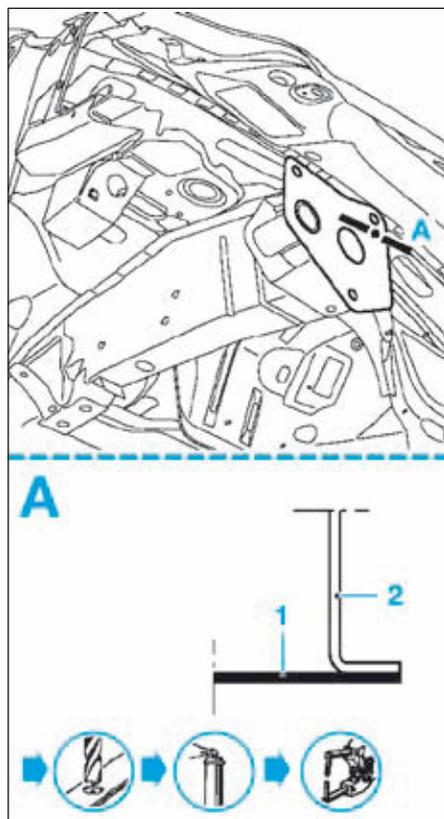

FIG.10
- Dépointer et fraiser comme illustré (Fig.10).
- Percer avec un foret pour un soudage ultérieur par points (Fig.10).
- Souder par points électriques (Fig.10).